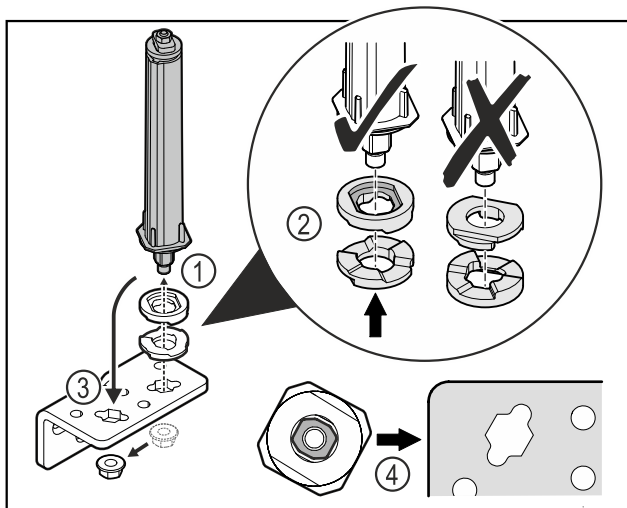

Fig. 27
- ▶ Oldja ki az anyát, és távolítsa el az ajtózáro rendszert Fig. 27 (1).
- ▶ Ügyeljen a magasságállító alátétek helyes beigazítására Fig. 27 (2).
- ▶ Helyezze át az ajtózáro rendszert a zsanérídobban, és rögzítse az anyával Fig. 27 (3).
- ▶ Behelyezéskor ügyeljen az ajtózáro rendszer helyes beigazítására Fig. 27 (4).